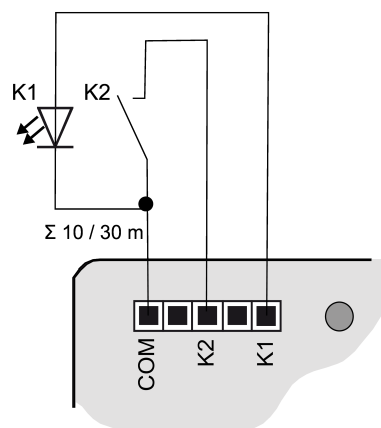
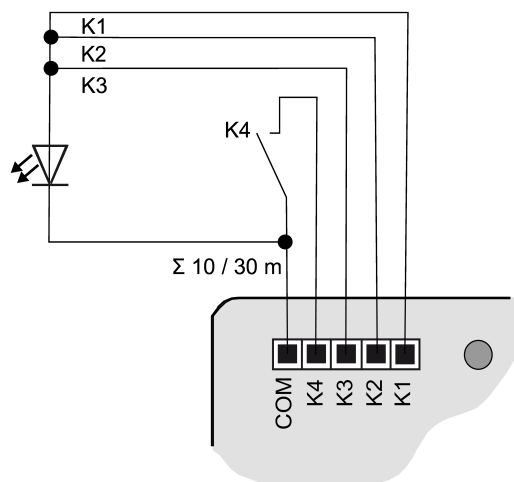

Figure 3: Exemple de raccordement de l'interface de bouton-poussoir double
Figure 6: Exemple de raccordement avec des sorties en parallèle
- Raccorder les boutons-poussoirs, les commutateurs, les contacts, les LED ou les NTC conformément aux exemples de raccordement avec les câbles de raccordement fournis (4) (voir figure 3) à (voir figure 6). Les exemples de raccordement illustrent l'utilisation avec des entrées et des sorties.
- i** Pour l'augmentation du courant de sortie, il est possible de brancher des sorties en parallèle avec le même paramétrage. Dans l'exemple (voir figure 6) K1-K3 sont ici branchés en parallèle.